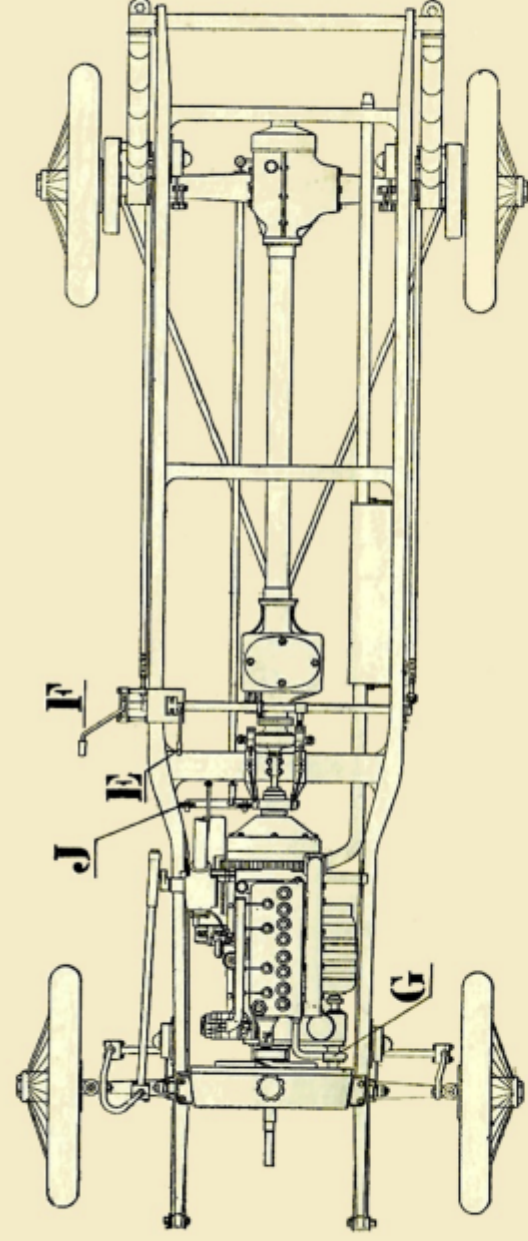

Fig. 2
Le radiateur placé en avant est en charge sur la pompe (G) fig. 2.
2°. A l'arrière du carter du différentiel se trouve un autre frein commandé par la pédale (J) (fig. 2).